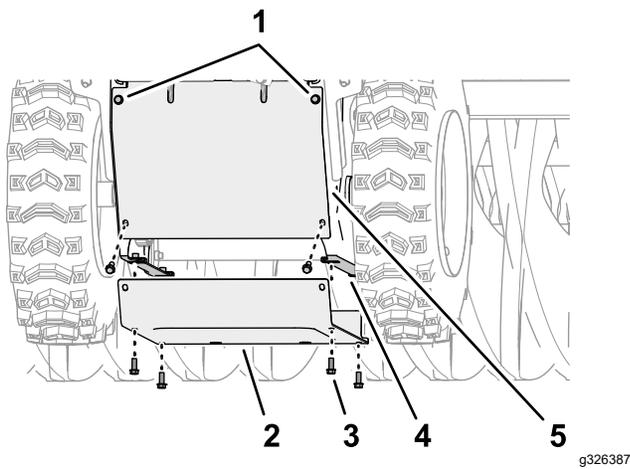

Bild 51
4. Richten Sie an der Unterseite der Maschine die Löcher in der unteren Abdeckung mit den Löchern in den Flanschen der linken und rechten Seitenplatten aus (**Bild 51**).
- Befestigen Sie die untere Abdeckung mit den sechs Bundkopfschrauben ($\frac{1}{4}$ " x $\frac{5}{8}$ ") an der Maschine (Bild 51).
- Ziehen Sie die beiden oberen Bundkopfschrauben ($\frac{1}{4}$ " x $\frac{5}{8}$ ") an, mit denen die hintere Abdeckung an der Maschine befestigt ist (Bild 51).